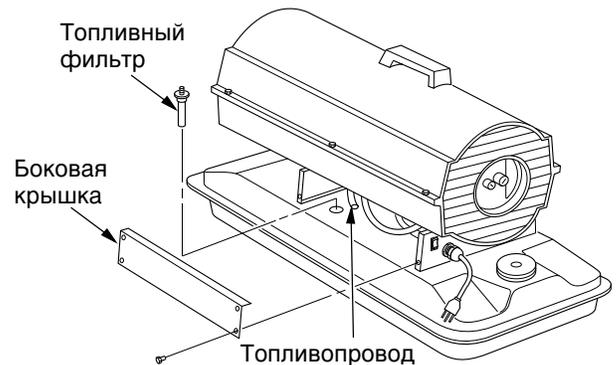

Рис. 9. Снятие топливного фильтра, нагревателя мощностью 10 и 20 кВт
3. Снимите 4 винта боковой крышки, пользуясь 5/16-дюймовым гайковертом. Снимите боковую крышку (см. Рис. 9 или 10, стр. 10).
12. Установите боковую крышку (см. Рис. 9 или 10, стр. 10).